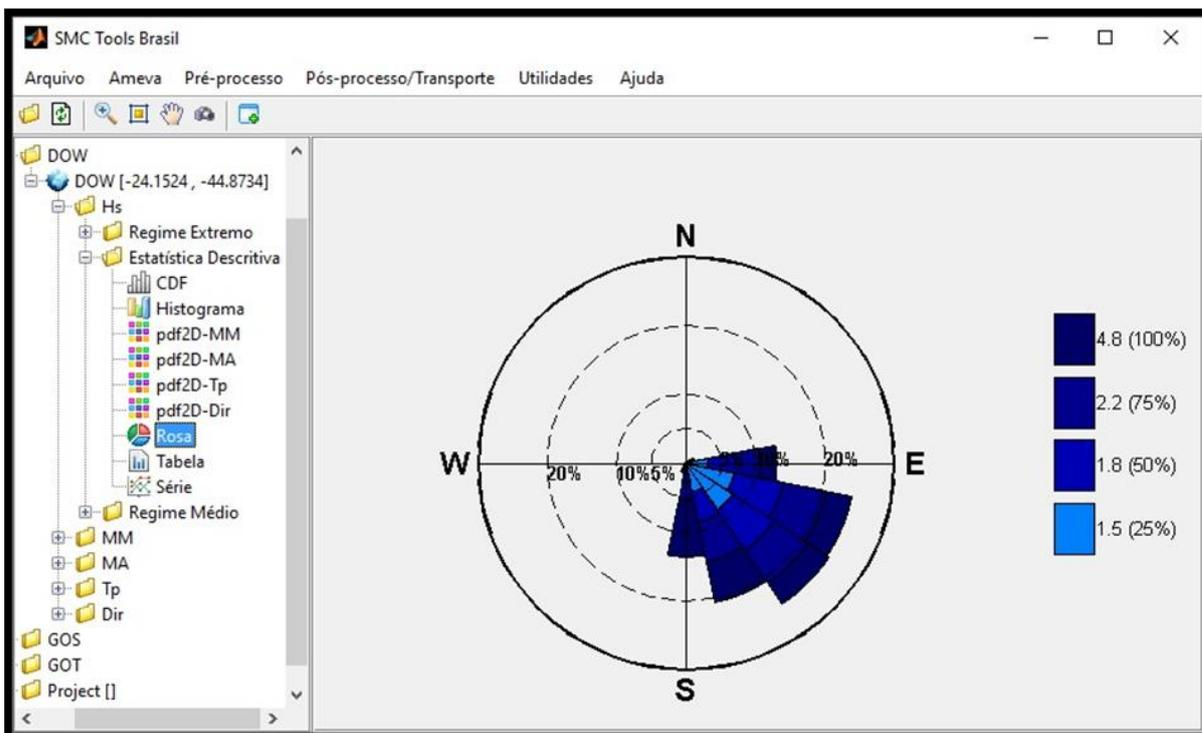

Figura 11 – Análise estatística de um ponto DOW. Exemplo da rosa de direção das ondas.
- 20) Uma vez executado o módulo IH-AMEVA, a interface gráfica do mapa do Brasil desaparece e abrem-se opções de pastas à esquerda com as informações estatísticas do ponto DOW calculado. É possível consultar informações dos parâmetros de ondas como: altura de onda (H_s), período de pico (T_p), direção das ondas (θ), maré astronômica (MA), maré meteorológica (MM), entre outros (Figura 11). Após consultado, fechar o SMC Tools. O projeto é salvo automaticamente.